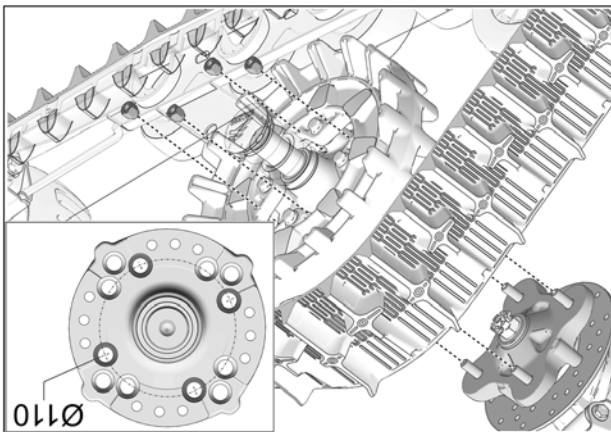

Fig. 10
9. Fixer le système de traction au moyen de roue arrière. Utiliser le cercle de perçage de  $\varnothing 110$  mm et les écrous de roue d'origine du véhicule. Voir la Fig. 10